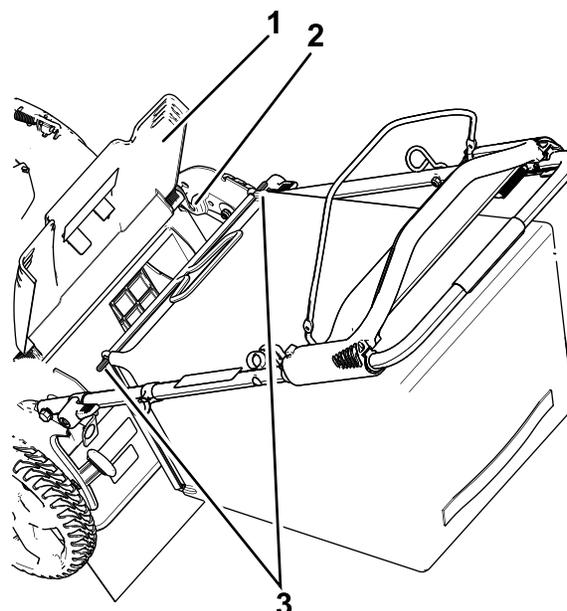

Figura 19
1. Levante y sujete la puerta trasera (Figura 19).
2. Instale la bolsa de recogida, asegurándose de que los pasadores de la bolsa descansan en las muescas del manillar (Figura 19).